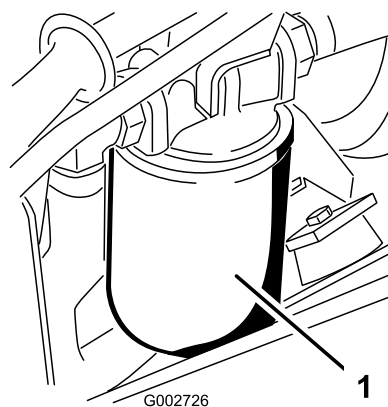

図 41
3. 機体左側にある油圧オイルフィルタ(図 41)の下に容器を置く。